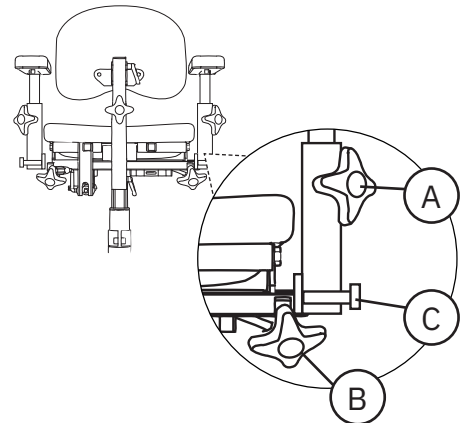

Figure 5.35. Accoudoirs pliables.
Les accoudoirs pliables sont réglables en hauteur (A), en largeur (B) et peuvent être repliés vers l'arrière (C), voir figure 5.35.